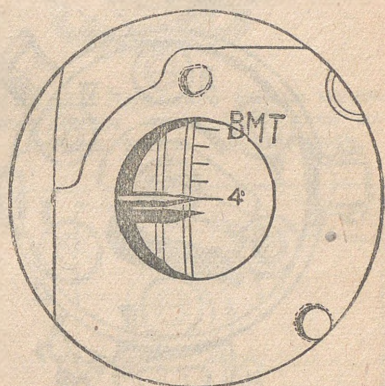

Рис. 24. Установка зажигания по метке на маховике
4. Убедившись в том, что в 1-м цилиндре началось сжатие, продолжать поворачивать вал двигателя до совпадения стрелки, установленной на картере, с меткой на маховике «4°», после того как метка «ВМТ» пройдёт стрелку (рис. 24).
При вращении коленчатых валов заводной рукояткой в момент совпадения стрелки с меткой «4°» (рис. 24) после в. м. т. в первом цилиндре должна проскочить искра или загореться